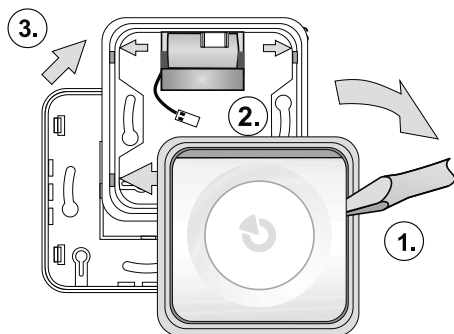

Figure 1 : Démontage de la sirène avant l'installation
- Retirer le boîtier (touches) de la sirène du cadre en plastique en appuyant sur un côté du boîtier (1.) à l'aide d'un tournevis comme indiqué sur la figure 1.
- Fixer la base en plastique sur l'emplacement sélectionné à l'aide des vis. Si la sirène utilise une pile, la placer sous la partie supérieure de la base en plastique, comme indiqué sur la figure 1.